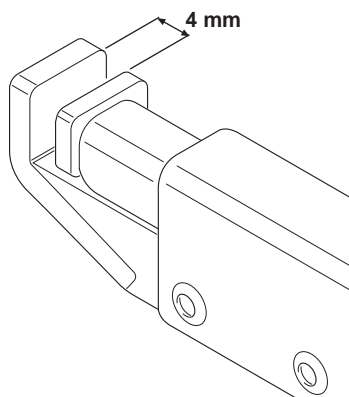

Fig. 6
- Regolate la pinza di chiusura in modo che a pinza chiusa rimanga una luce di 4mm tra le ganasce (Fig. 6). Questa regolazione permette l'inserimento dei perni di chiusura nella catena senza che la pinza scatti e di udire il "click" di abbottonamento del perno nella bussola.
- Regulate the pliers so that when the jaws are closed you have a 4 mm gap between them (Fig. 6). This regulation permits you to insert the fixing pin into the chain without triggering the pliers and to hear the pin click into place.
- Stellen Sie die Schließzange so ein, daß bei geschlossener Zange zwischen den Klemmbacken 4 mm Platz frei bleibt (Abb. 6). Durch diese Einstellung können die Schließstifte in die Kette eingesetzt werden, ohne daß die Zange einerseits auslöst, und daß Sie andererseits doch das Einrasten der Stifte in die Aufnahme-hülsen hören.
- Al regular el alicate de cierre hay que dejar una luz de 4 mm. entre las mordazas con la herramienta cerrada (Fig. 6). Con esta regulación se podrán montar los pernos de cierre en la cadena sin que el alicate se dispare y oyéndose el "click" al abrocharse el perno en el casquillo.
- Stel de tang zodanig af dat indien de bekken gesloten zijn er een ruimte van 4 mm tussen hen is (Fig. 6). Deze afstelling maakt het mogelijk dat u de pennen probleemloos in de ketting kunt plaatsen zonder overbelasten van de tang. Bovendien hoort u de pen op zijn plaats klikken.